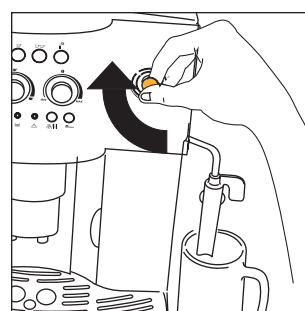
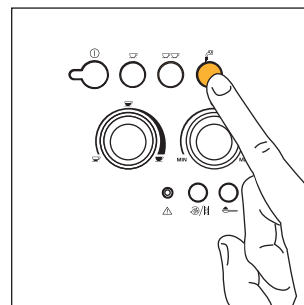

Fig.6
Fig.21
4. Etter få sekunder kommer det vann ut av cappuccinomaskinen. Når det er kommet ca 30cc i koppen, vri dampbryteren en halv gang med urviserne (fig. 6) for å avbryte utslippet av vann.
- Trykk på tasten  (fig. 21). Varsellampen  vil slå seg på for å vise at funksjonen er blitt valgt.
- For å stanse utslippet av varmt vann, vri dampbryteren med urviserne helt til den stanser (fig. 6) og vri cappuccinomaskinen mot midten av maskinen
- Trykk på tasten  (fig. 21). (Vi anbefaler at du ikke slipper ut vann i mer enn 2 minutter av gangen).
- Vri cappuccinomaskinen utover (fig. 6).
- Når ønsket temperaturen er nådd, stans utslippet av damp ved å vri dampbryteren med urviserne helt til den stanser (fig. 6) og trykk på damp-tasten (fig. 21) for å slå av dampfunksjonen.